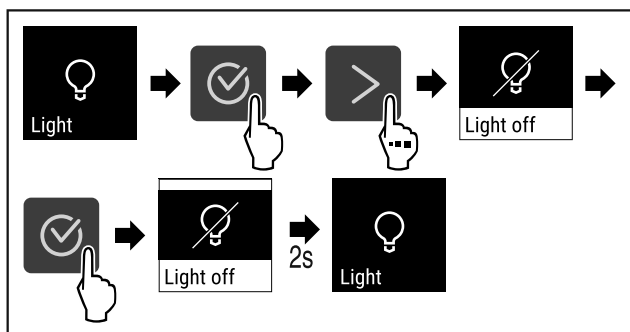

Fig. 68
► Stappen (zie Fig. 68) uitvoeren.